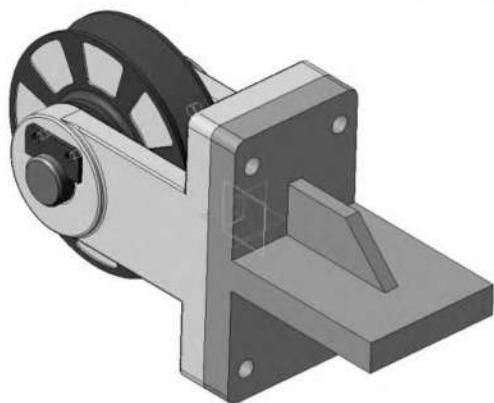

Рисунок 3.59. Результат моделирования детали «Кронштейн» в окне модели сборки
4.2 Ответьте «Да» на запрос системы относительно сохранения изменений в детали (рисунок 3.59). Система вернется в режим редактирования сборки. Все компоненты восстановят свой цвет – они вновь доступны для редактирования.